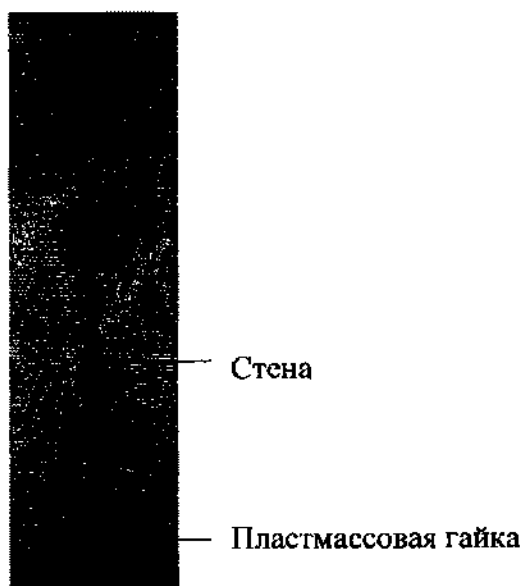

Рисунок 1
3. Вкрутите в пластиковые гайки 4 шурупа, закрепите на них рельс (деталь 1) в нужном месте стены, затяните шурупы (Рисунок 1).